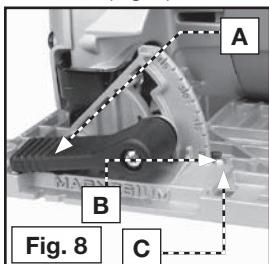
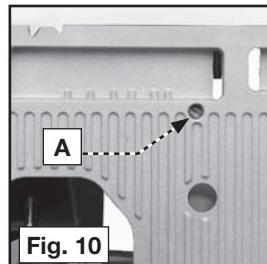

Fig. 8
Fig. 10
1. Débloquez la poignée de réglage du biseau (A) Fig. 8, et positionnez la base pour une coupe à 0° en s'assurant que le manchon de la butée de biseau est en contact avec la vis d'arrêt à 0°.
- Pour s'ajuster, détachez biseautée du bouton d'ajustement (A) Fig. 8. Tout en gardant biseautée de la douille d'arrêt (B) Fig. 8 en contact avec de la vis d'arrêt (c) Fig. 8, utilisez un tournevis pour tourner de la vis de réglage (a) Fig. 10 jusqu'à ce que la lame soit à angle droit.